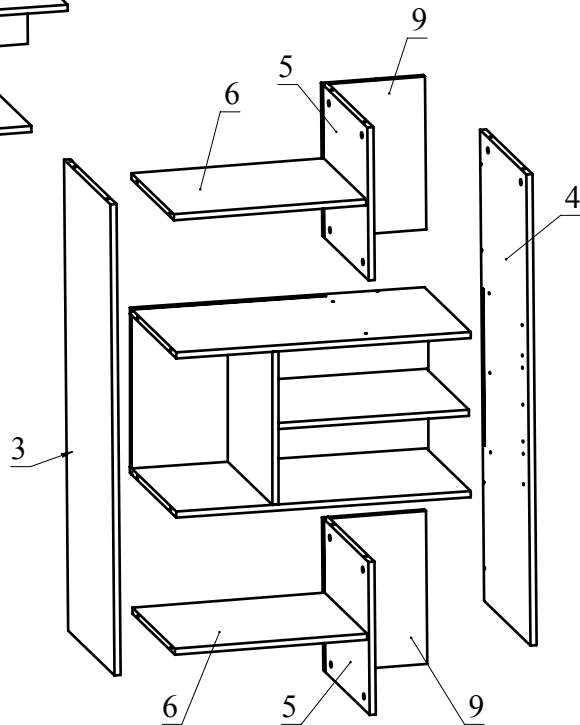

Рис.5
4. Установите детали 6 и 9 на деталь 5 и зафиксируйте, повернув конфирматным ключом головки минификсов по часовой стрелке до упора (Рис. 5).
5. Соедините сборки, полученные в п.3 и в п.4. Зафиксируйте, повернув конфирматным ключом головки минификсов по часовой стрелке до упора (Рис. 5).
6. Соедините деталь 3 (левая боковина) и деталь 4 (правая боковина) с полученной сборкой и зафиксируйте, повернув конфирматным ключом головки минификсов по часовой стрелке до упора (Рис. 5).